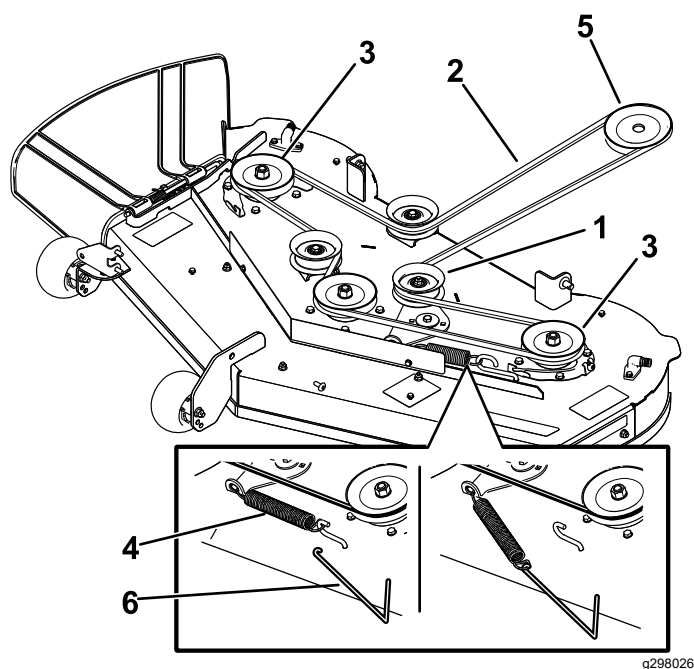

Figure 55
5. À l'aide d'un outil de dépose de ressort (réf. Toro 92-5771), décrochez le ressort du crochet sur le plateau pour détendre la poulie de tension, et déchaussez la courroie des poulies (Figure 55).
6. Acheminez la courroie neuve autour des poulies du moteur et du plateau de coupe (Figure 55).
7. À l'aide d'un outil de dépose de ressort (réf. Toro 92-5771), accrochez le ressort à l'ergot sur le plateau pour tendre la poulie de tension et la courroie de plateau du coupe (Figure 55).